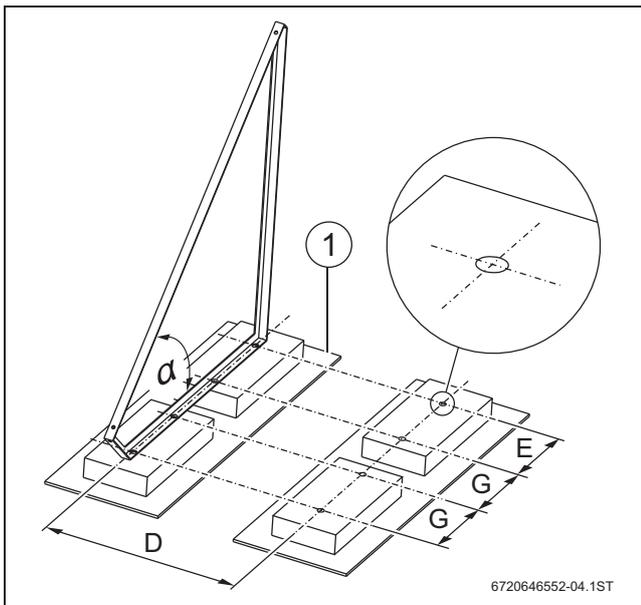

Fig. 224 Telai angolari con lastre di cemento
In caso di tetti piani con ciottoli, la superficie di posa per le lastre di cemento deve essere liberata dalla ghiaia. Per non danneggiare lo strato ermetizzante del tetto devono essere posati dei materassini protettivi da cantiere, normalmente in commercio, sotto alle lastre di cemento (→fig. 224, pos. 1).